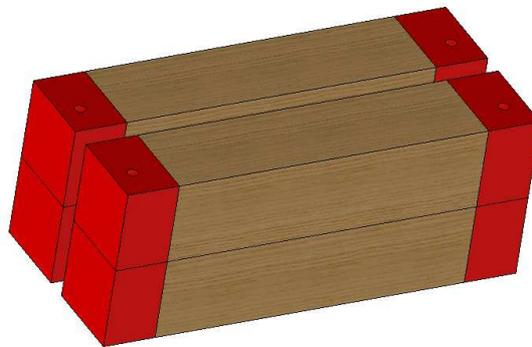

Figure 7 : Carrelets percés deux à deux
- Percer les carrelets deux à deux à la perceuse à colonne dans chaque partie martyre (Figure 7)